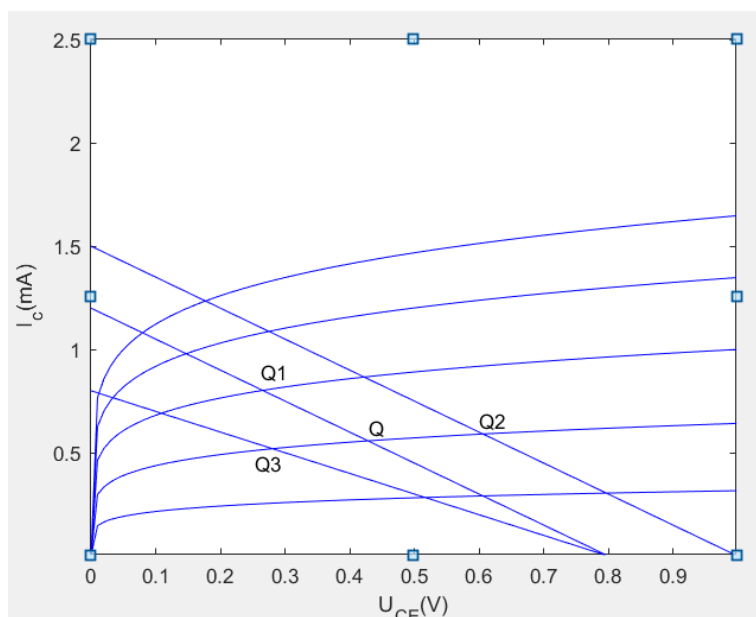
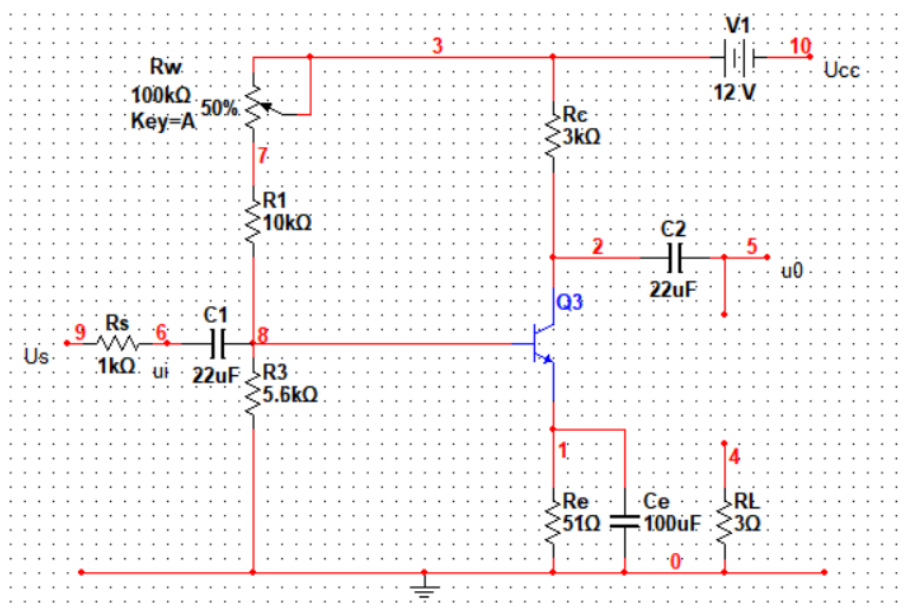

图 1: Figure example 1
图 2: Figure example 2
如图 2，为实验所用的分压式偏置共发射极电路，为使电路正常工作，必须设置合适的静态工作点。其中 U_{CC} ，集电极负载 R_c ，基极电流 I_B 的变化，都会影响静态工作点 Q 的位置，如图 1 所示
按图 2 接好电路, 使用示波器观察输出不是站的电压波形, 同时得到电压 U_i 和 U_o , 通过计算得到 A_u
- (1) 按照图 2 连接电路，接通电源，调节 R_w 使 $I_{CQ}=2\text{mA}$
- (2) 测量 U_{CQ}, U_{BQ}, U_{EQ} (3) 分别将 R_w 调至最大和最小，观察截止失真的波形